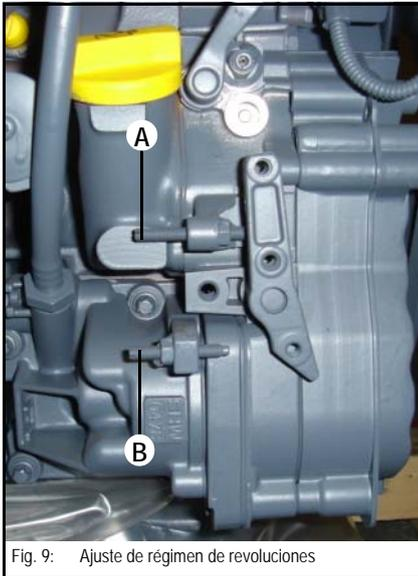

Fig. 9: Ajuste de régimen de revoluciones
- ☞ En caso de divergencia, ajustar según Fig. 9.